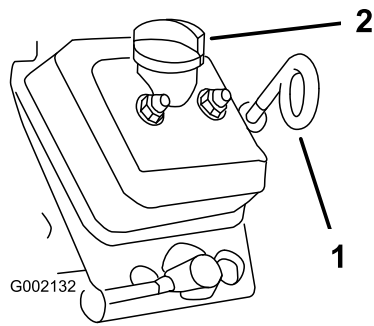

Figura 35
5. Utilice un trapo para limpiar alrededor de la varilla de aceite y el tapón de llenado (Figura 35) para impedir que caiga suciedad por el
6. Retire la varilla y límpiela con un trapo (Figura 35).
7. Deslice la varilla en el tubo y asegúrese de que entre a fondo (Figura 35).
10. Coloque el tapón de llenado (Figura 35).
11. Instale la varilla de aceite y asíéntela firmemente (Figura 35).